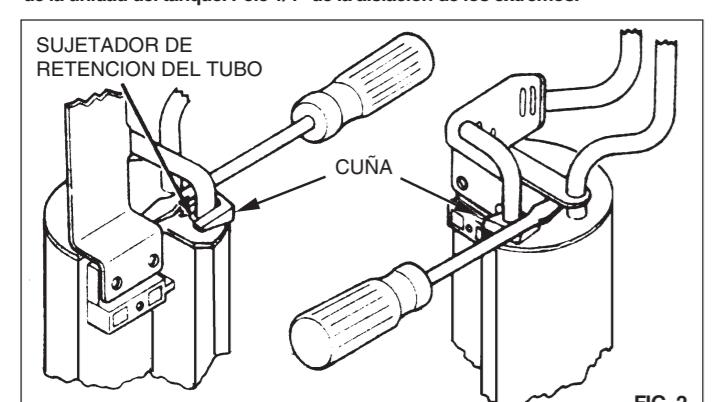

FIG. 2
D) Usando un destornillador o dispositivo similar para hacer palanca con la cuña suministrada y refiriéndose a los diagramas para varias unidades de tanque (fig. 2), con acción de palanca separe el conjunto de tubería y brida de la unidad del tanque plástica. Los tubos no deben de tener ninguno de los sujetadores de la unidad del tanque. Descarte la unidad del tanque viejo juntamente con el filtro.